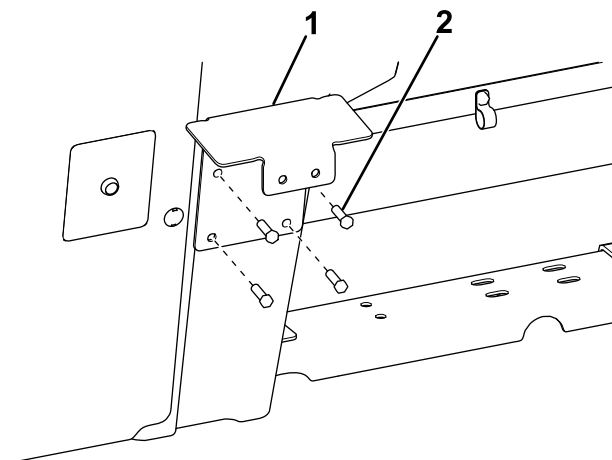

**Figura 32**
6. Instale un acoplamiento de manguera de 90° en ambos lados del filtro (Figura 32).
7. Sujete la manguera de 4 $\frac{3}{4}$ " (9.5 cm) al acoplamiento de 90° de la derecha con una abrazadera (Figura 32).